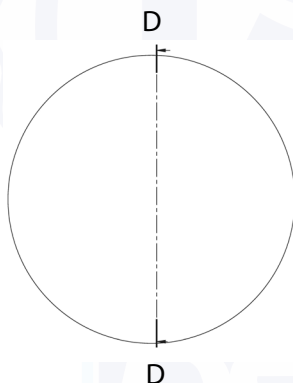

Fig. 4 - vista superior fundación
- Para la fundación será necesario contratar un profesional del área de construcción civil. Las medidas indicadas en la Tabla 2 y en las Fig. 4, 4.1, 4.2, 4.3, 4.4, 4.5 muestran modelos de fundaciones indicadas para cada enfriador.